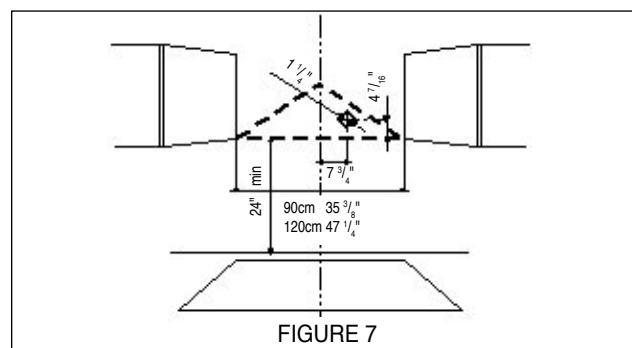

FIGURE 7
6. Déterminer l'emplacement approprié pour le câble d'alimentation, tel qu'il est indiqué à la FIGURE 7. Utiliser une mèche de 1 1/4 po pour faire un trou et y passer le câble d'alimentation. Utiliser du calfeutrage pour sceller tout autour du trou. NE PAS mettre en circuit tant que l'installation n'est pas complétée. Pour les ventilateurs à distance, un câblage intérieur différent est requis. NE PAS BRANCHER LE VENTILATEUR À DISTANCE AU FILAGE DE LA MAISON OU AU CÂBLE D'ALIMENTATION.